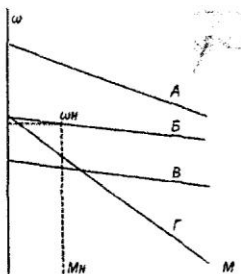

Рис. 34
**1-57.** Какая характеристика двигателя постоянного тока независимого возбуждения (рис. 34) соответствует способу регулирования угловой скорости вращения двигателя изменением магнитного потока?